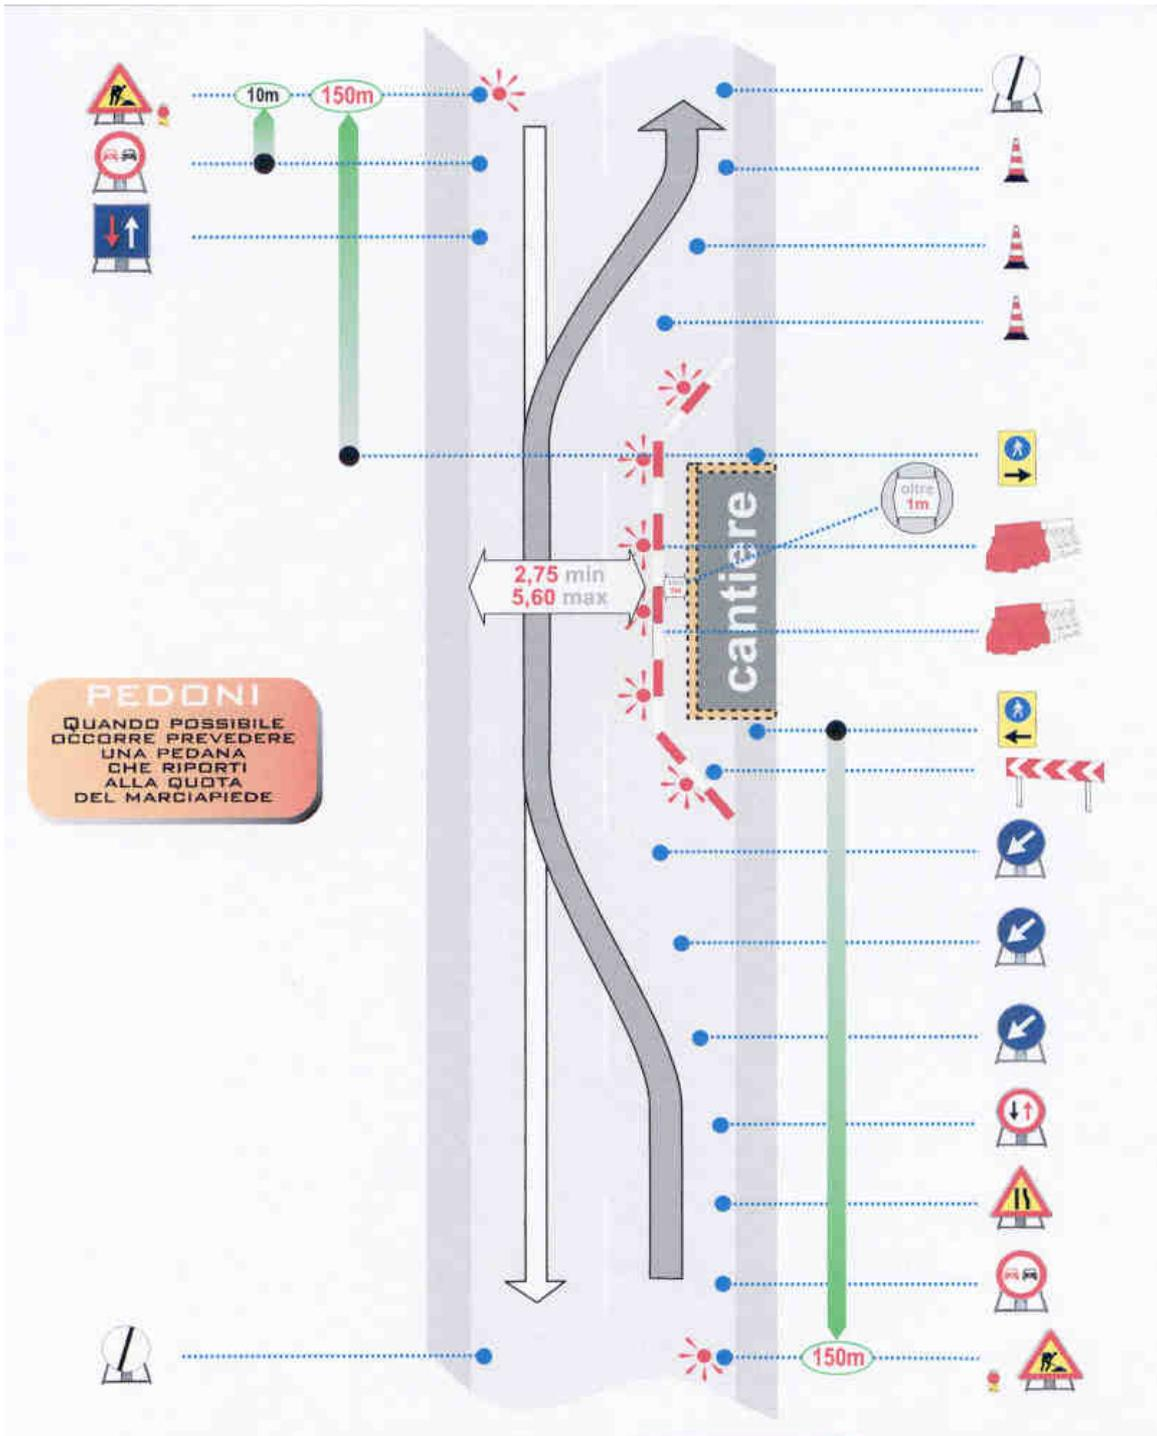

Figura 7b – Carreggiata libera minore di 5,60 m e larghezza corsia libera dai lavori maggiore di 2,75 m con passaggi protetti per pedoni. Figura operativa.
- Figura 7b    Carreggiata libera minore di 5,60 m e larghezza corsia libera dai lavori maggiore di 2,75 m con passaggi protetti per pedoni. Figura operativa.